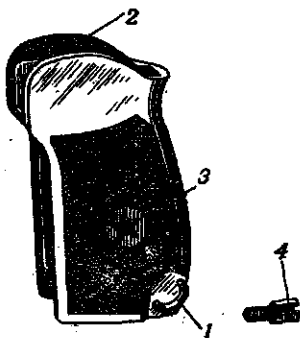

Рис. 37. Рукоятка с винтом:
27. Рукоятка с винтом (рис. 37) прикрывает боковые окна и заднюю стенку основания рукоятки и служит для удобства удержания пистолета в руке. Она имеет: отверстие для